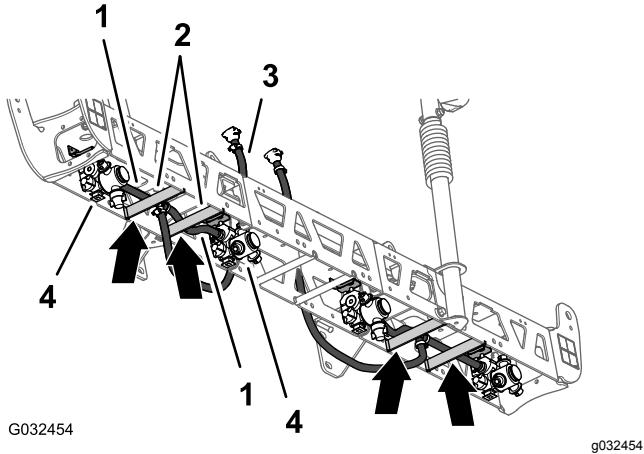
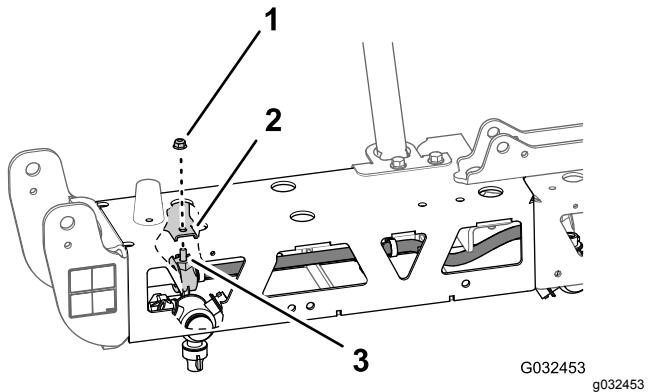

Figure 59
Figure 60
- Faites passer l'ensemble flexibles (13 mm) et buse entre les raidisseurs du cadre en treillis extérieur (Figure 59).
- Faites passer le flexible et la buse au-dessus du raidisseur de cadre en treillis et vers l'extérieur vers le support de buse extérieur (Figure 59).
- Insérez le boulon à tête hexagonale (5/16" x 3/4") de la buse de pulvérisation dans le trou du support de buse et fixez légèrement la buse sur le support avec un contre-écrou à embase (5/16") du kit de finition du système de pulvérisation GeoLink (Figure 60).
- Faites passer l'autre ensemble flexible (13 mm) et buse entre les raidisseurs du cadre en treillis extérieur (Figure 59).
- Faites passer le flexible et la buse au-dessus du raidisseur de cadre en treillis et vers l'intérieur vers le support de buse intérieur (Figure 59).
- Insérez le boulon à tête hexagonale (5/16" x 3/4") de la buse de pulvérisation dans le trou du support de buse (Figure 60) et fixez légèrement la buse sur le support avec un contre-écrou à embase (5/16") que vous avez retiré aux opérations 1 et 4 de Dépose des buses de pulvérisation (page 27).
- Acheminez le flexible et le raccord cannelé (13 x 810 mm) vers le côté de la section de pulvérisation centrale avec les pattes de support gauche et droite (Figure 59).
- Répétez les opérations 1 à 8 pour l'autre ensemble flexible et buse sur l'autre cadre en treillis extérieur (Figure 59 et Figure 60).